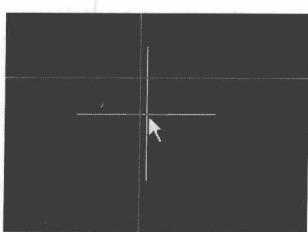

图 5-1 放置距离标注起点
3. 进入放置距离标注的状态后，光标变成如图 5-1 所示的十字形状。